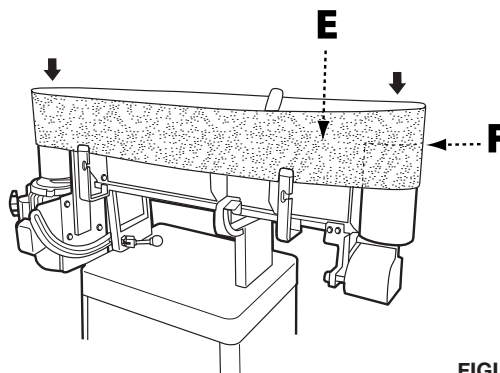

FIGURA 5
2. Abra la puerta de gabinete, y desde el interior, meta un tornillo de cabeza hexagonal de 8mm x 31.8mm por ambos agujeros y fije usando una arandela de presión de 8mm y una arandela plana 8mm. Consulte la Figura 5.
6. Coloque la banda sobre la placa de lijado de modo que el borde de la banda (E) quede nivelado con el borde de los rodillos (F) como se muestra en la Figura 5.